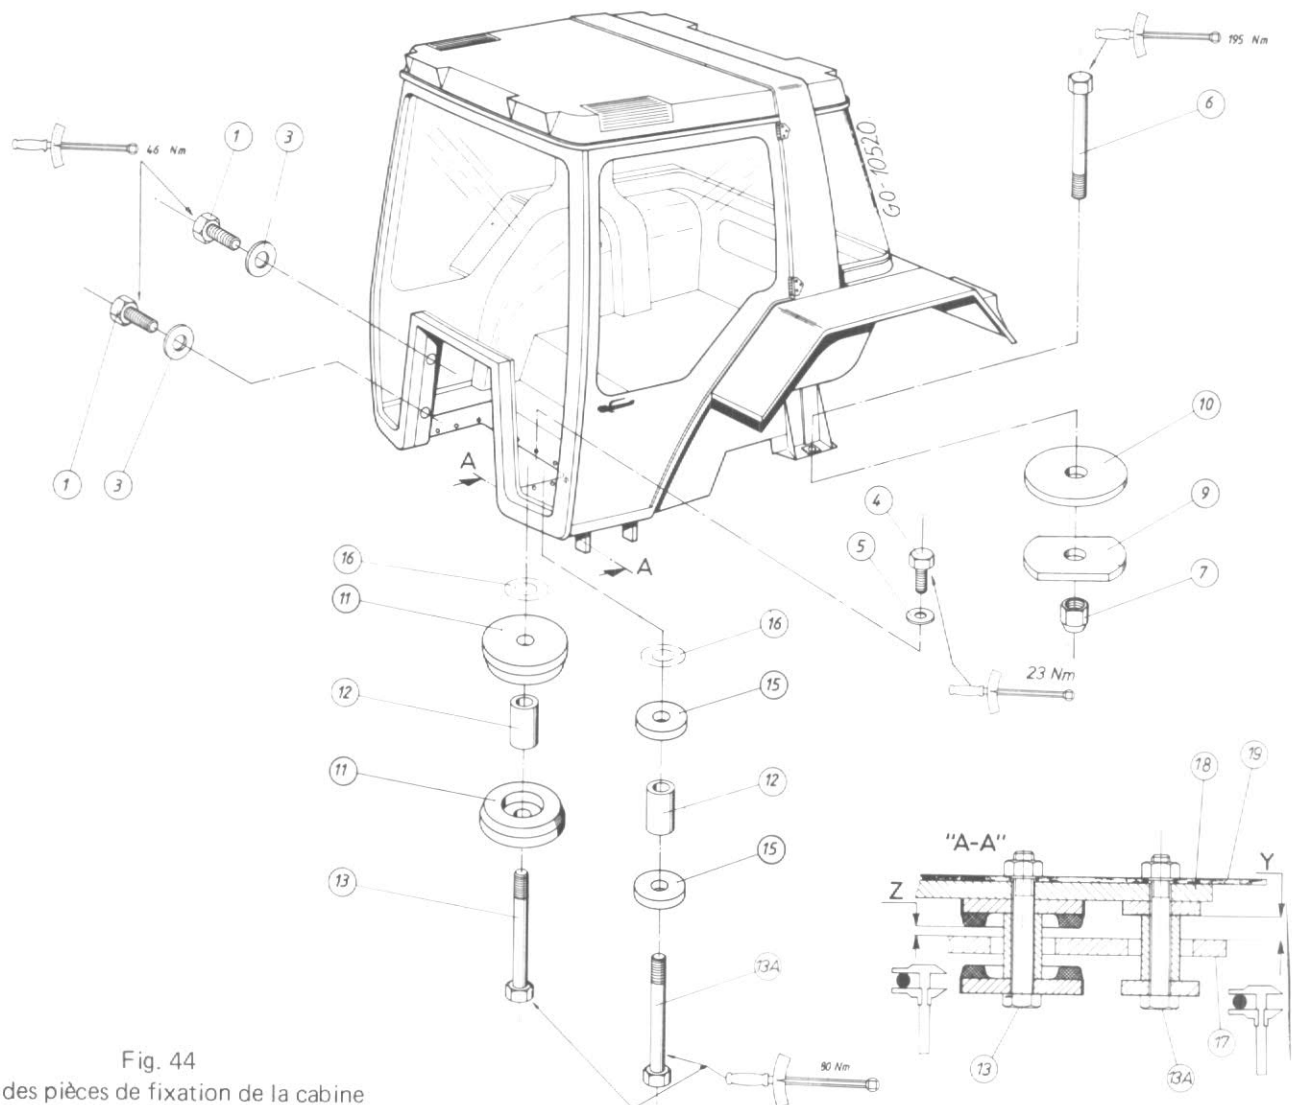
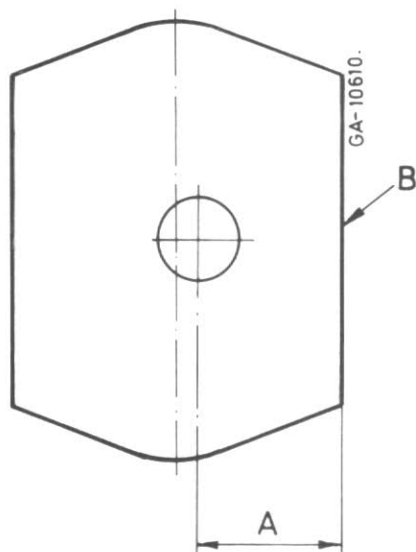
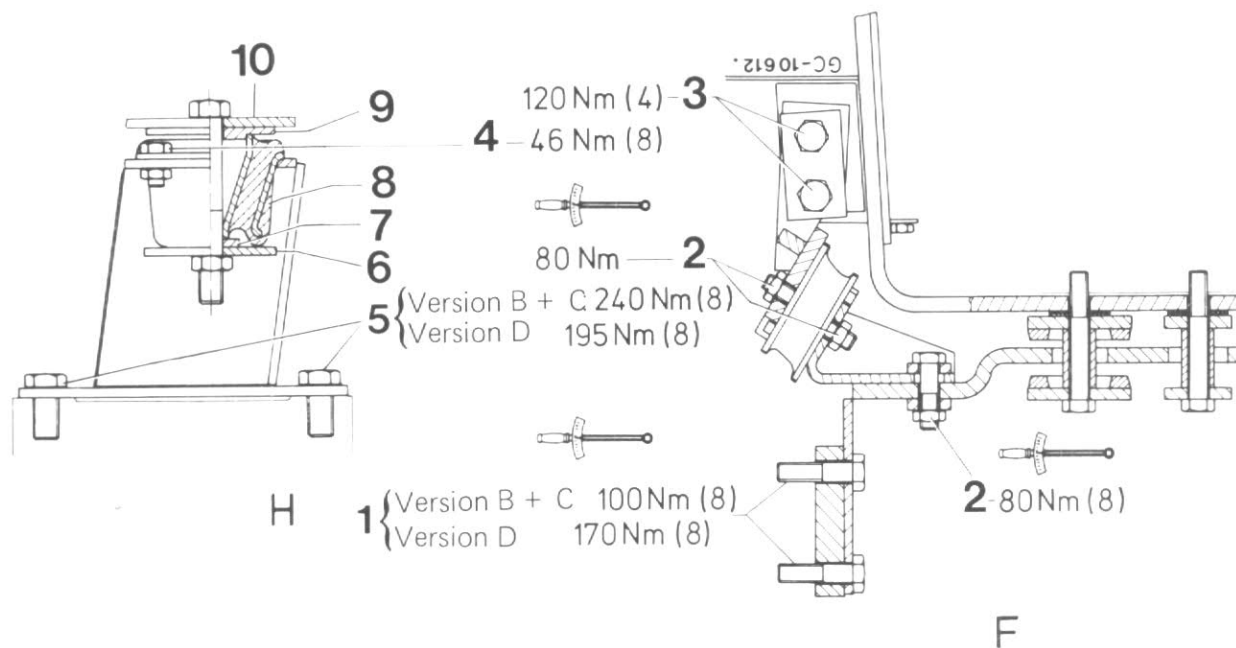

Fig. 44
Fig. 45
Fig. 48
Note : Lorsque l'élément est correctement aligné, serrer les deux écrous-freins à 80 Nm et monter l'ensemble comme représenté en Fig. 48.
1. S'il a été déposé, remettre en place le support de direction, conformément à la Fig. 48.
6. Fixer la cabine sur les supports avant: (voir les repères 11 à 16, Fig. 44).
7. Fixer la cabine sur les supports arrière (voir les repères 6 à 10, Fig. 44 et 48).
Note : Monter la plaque entretoise (6, Fig. 48) en plaçant le plus petit côté (A, Fig. 45) vers le carter de relevage.
La face (B) doit être parallèle au support, (voir 6, Fig. 48)
Plaque entretoise (9, Fig. 44 et 6, Fig. 48).
Vérifier les cotes (Y et Z) et les régler si nécessaire à l'aide des cales d'épaisseur (16, Fig. 44).